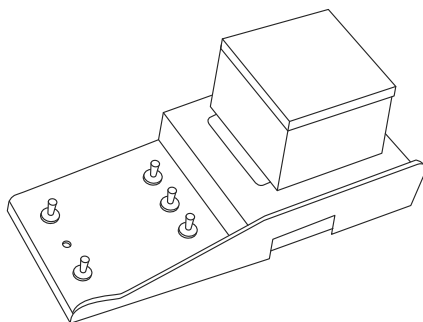

Figure 2
1. À l'aide d'une clé de 9/16 po, retirez les 5 écrous et rondelles se trouvant au bout du cadre où doit être installée la tour. (Voir Figure 2) Le trou supplémentaire sert à ancrer la machine au plancher.